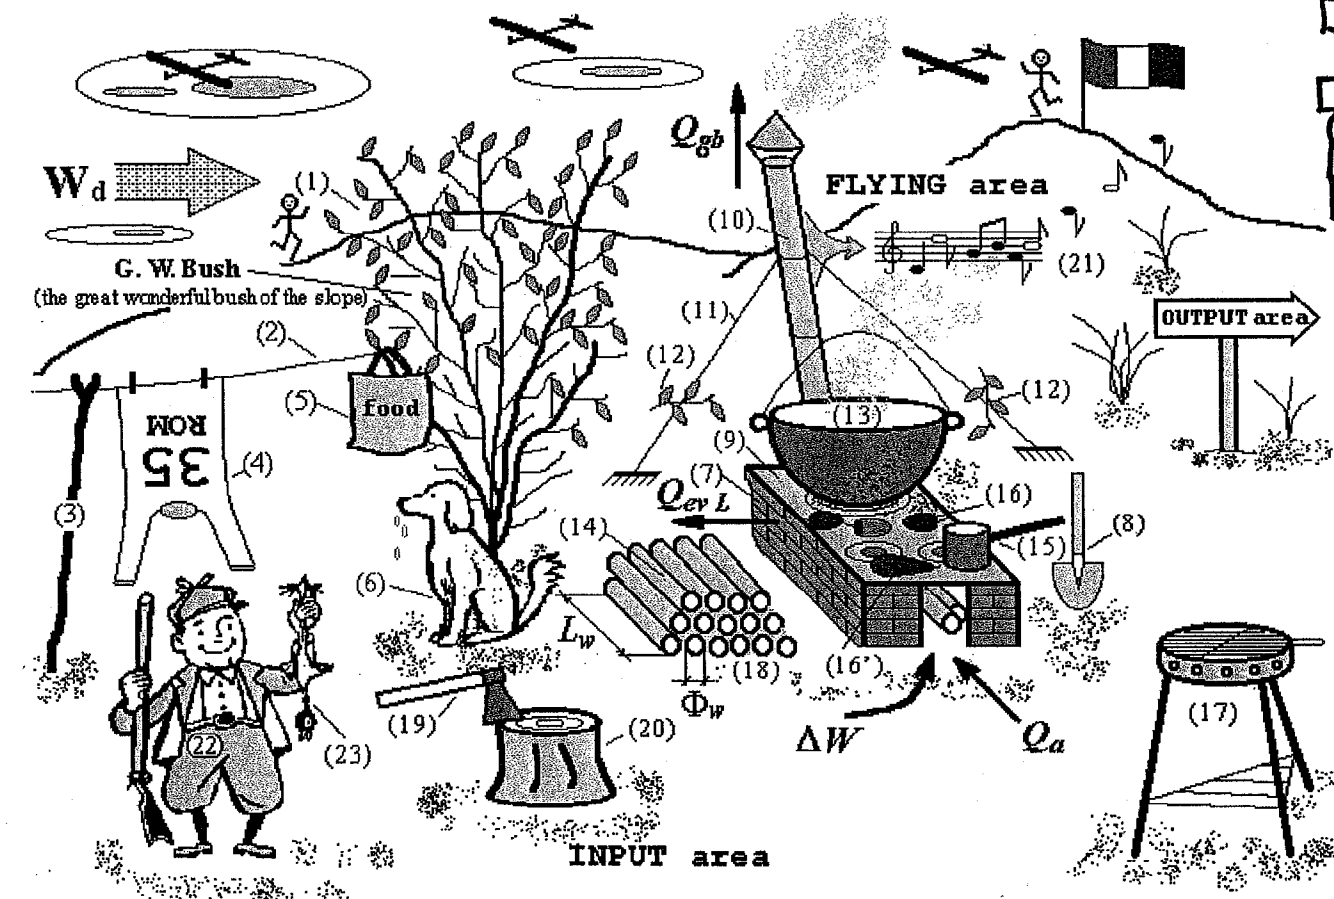

Figure 1 Le camp de base
À la différence de la conquête des grands pics du monde, comme l'Everest par exemple, la conquête des Championnats du Monde et des participants d'autres pays ou continents aussi se fait en installant le camp de base juste au sommet – sommet de la colline, pas des Championnats – dans un endroit à l'abri du sifflement du vent  $W_d$  (figure 1) et ayant comme élément définitoire le grand buisson (1), nommé encore „le grand et merveilleux buisson de la pente“ ou, en anglais, *G. W. Bush*. L'existence de celui-ci confère à l'association tribale du camp de base un sentiment de sécurité relative et présente l'avantage de posséder des branches sèches vers la base qu'on peut rompre par ceux qui s'occupent du feu, en vue de l'initiation rapide de la réaction d'oxydation du combustible solide que l'on va introduire dans la poêle classique de cuisine, les petites branches étant, dans le cas-là, un bon catalyseur.
Ces éléments n'ont pas pu être représentés dans la figure 1, parce que le dessein est déjà assez compliqué et il existe le risque que les gens ne puissent plus comprendre rien de la complexité des phénomènes normaux et paranormaux qui, de manière inévitable, apparaissent autour des membres du camp de base.